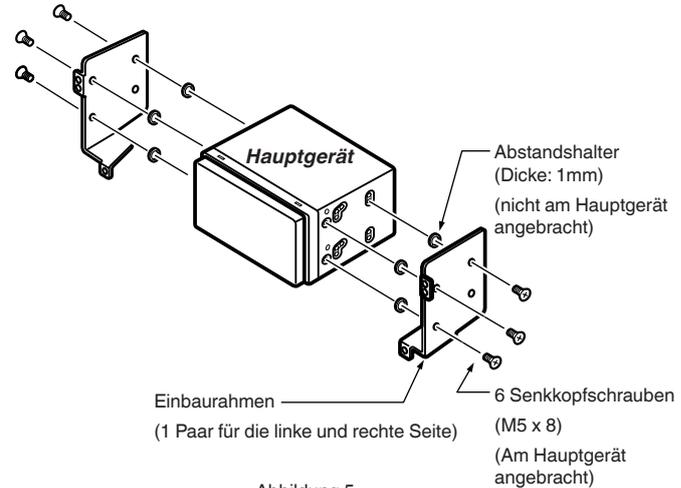

Abbildung 5
1. Beim Einbau des Steuergeräts in Fahrzeuge der Marke NISSAN verwenden Sie die am Gerät befestigten Teile und befolgen Sie die Anweisungen in Abbildung 5.